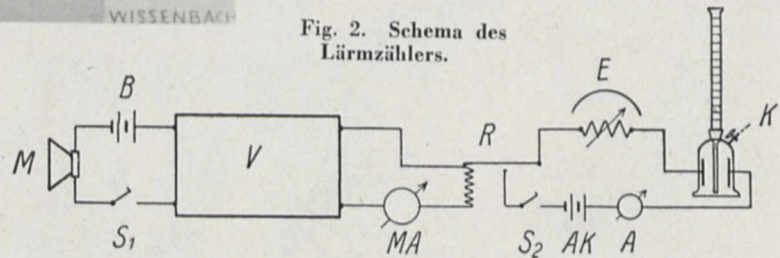

Fig. 2. Schema des Lärmzählers.
Fig. 2 ist eine schematische Zeichnung des Lärmzählers. Als Aufnahmeapparat dient ein gewöhnliches Kohlekörnermikrophon (M). Sobald ein Ton oder ein Geräusch das Mikrophon trifft, fließt bei geschlossenem Schalter S₁ ein Strom in dem Mikrophonkreis B (Batterie) — M (Mikrophon) — und dem in die Zeichnung nicht aufgenommenen Eingangstransformator des Lautverstärkers V. Dieser Strom wird durch den Lautverstärker V so verstärkt, daß ein sehr empfindliches und zugleich wenig träges Relais R betätigt wird. MA ist ein Milliampereometer zur Kontrolle der Wirkung des Verstärkers. Durch Betätigung des Relais R wird bei geschlossenem Schalter S₂ der Stromkreis